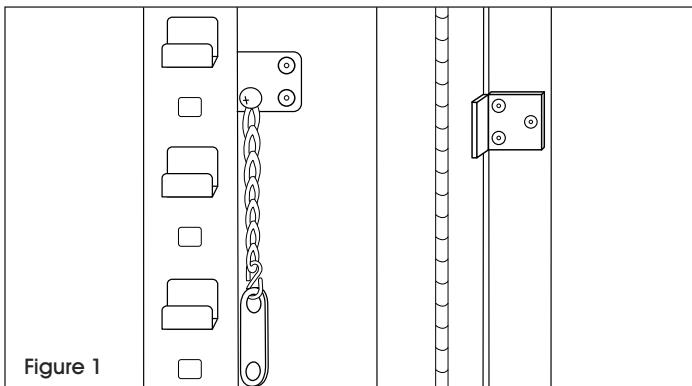

Figure 1
1. Installez l'ensemble du maillon fusible avec une vis. (Voir Figure 1)